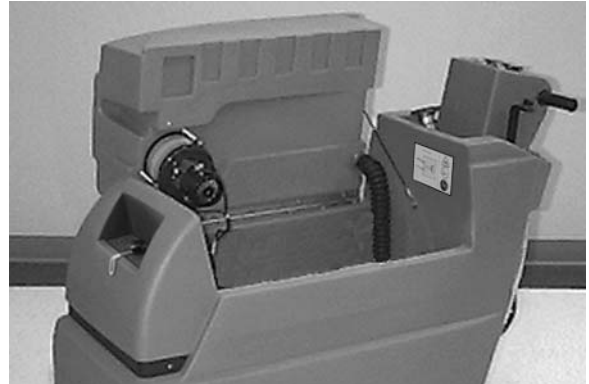

FIG. 1
2. Faites pivoter avec précaution le réservoir de récupération pour accéder au compartiment des batteries. Retirez du compartiment les câbles de batteries lâches (Figure 1).